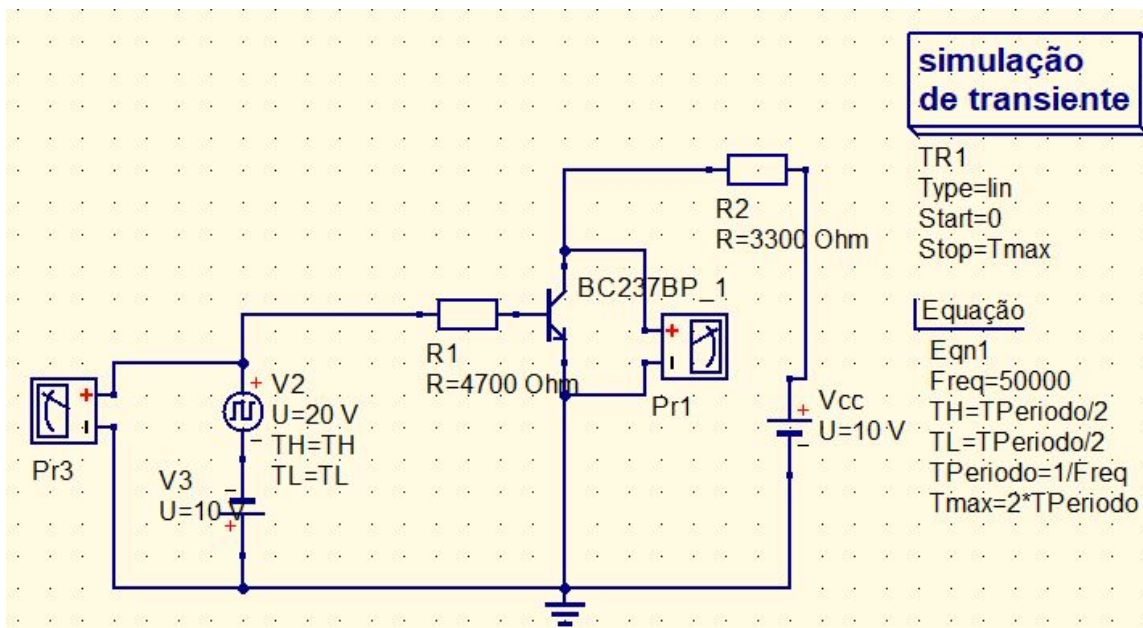

Figura 3: Circuito referente à terceira parte do experimento
3.3) Na terceira parte do experimento, foi montado o circuito representado na Figura 3. Utilizando 2 voltímetros, analisamos a forma de onda da fonte de tensão quadrada e da forma de onda de tensão entre o coletor e o emissor do transistor BC237BP, que podem ser visualizadas no Gráfico 3.